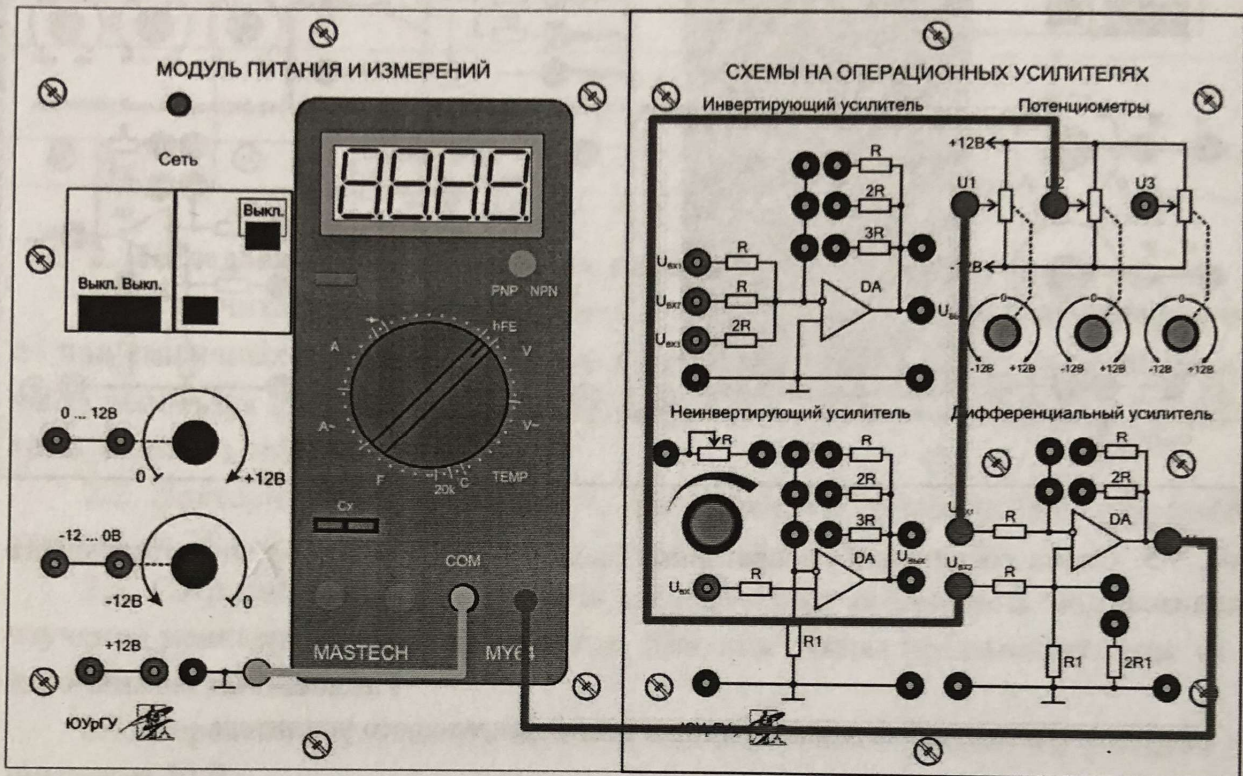

Рис. 9.6. Схема соединений лабораторных модулей для изучения дифференциального усилителя
3.3. Согласно рис. 9.6 выполнить электрические соединения модулей для изучения дифференциального усилителя. Монтаж схемы производить при отключенном питании.